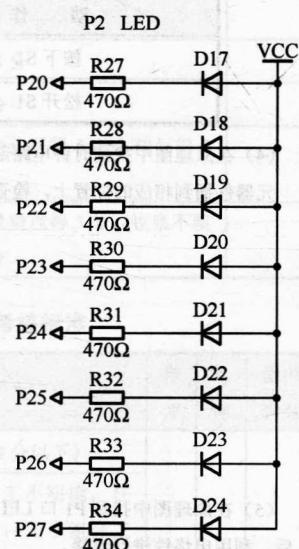

图 1-2 P2 口发光二极管电路
(2) 阅读 LED 显示电路部分, 如图 1-2 所示, 回答下面的问题。
① 点亮图中发光二极管的条件是什么?
② 如何测试发光二极管的好坏?
③ 在图 1-2 中的电阻参数是多少? 此电阻在电路中的作用是什么?